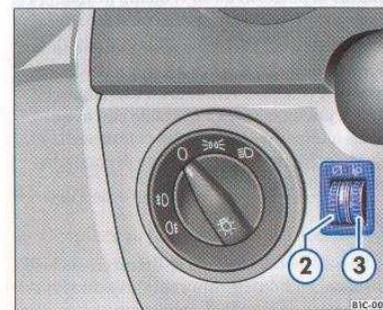

Fig. 21 Detalle del tablero de instrumentos: regulación del alcance de las luces
Con el regulador eléctrico del alcance de las luces ⇒ fig. 21 ③ se pueden adaptar los faros sin escalonamientos al estado de carga del vehículo. Con ello se evita deslumbrar más de lo normal a